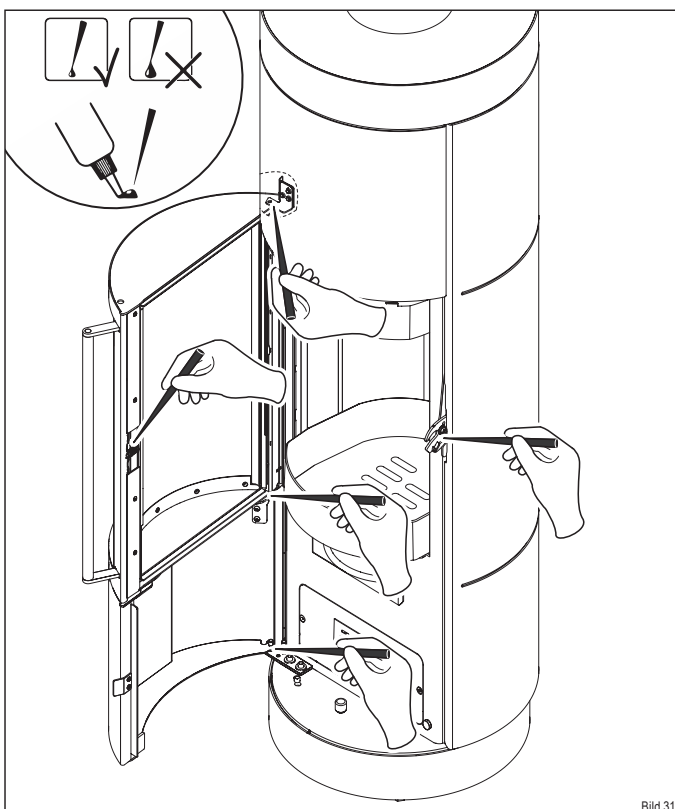

Bild 31
- ▶ Schmieren Sie die Punkte (Bild 31) mit dem Spezialfett aus der Startbox.